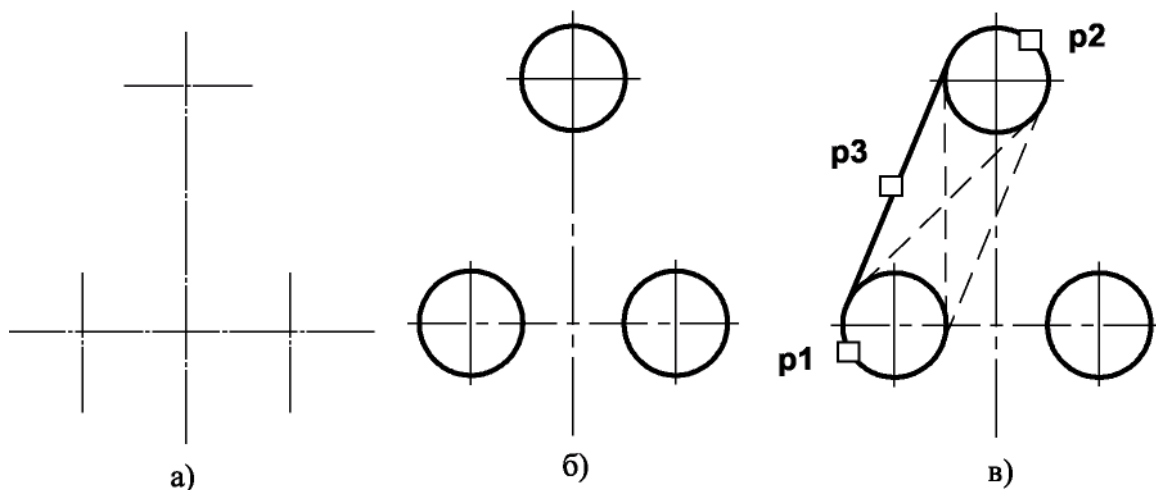

Рис. 2.1. - Построение касательных к двум окружностям
Построение касательных к двум окружностям заданных радиусов представлено на рис. 2.1. Вначале рекомендуется изобразить осевые линии, задающие центры окружностей (см. рис. 2.1а). Далее необходимо изобразить сами окружности, к которым строится касательная прямая (рис. 2.1б).
2. Указать графическим курсором произвольную точку (точка **p1**) на первой окружности, к которой должна быть проведена касательная прямая (рис. 2.1 в).
3. Указать графическим курсором произвольную точку (точка **p2**) на второй окружности, к которой должна быть проведена касательная прямая (рис. 2.1 в).
4. Выбрать курсором нужную касательную на графической зоне и щелкнуть по кнопке  - Создать объект панели специального управления (точка **p3**) (рис. 2.1 в).